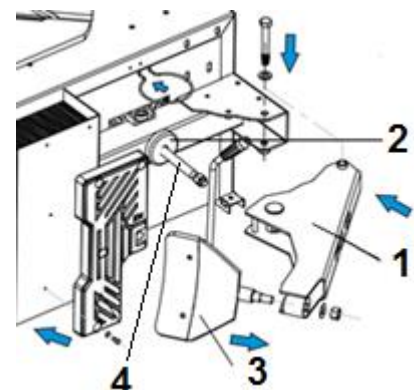

Abb. 9
- Der Fersenbrecher (1, Abb. 9) ist bereits montiert.
- Lösen Sie die Mutter auf der Kolbenstange (4 Abb. 9)
- Ziehen Sie den Fersenbrecherarm (1, Abb.9) heraus bis die Kolbenstange (4, Abb.9) vollständig freiliegt.
Kolbenstange gegen die Maschine. Die Kolbenstange jetzt wieder durch den Fersenbrecherarm (1, Abb. 9) führen. Ziehen Sie nun die Schraube kräftig fest mit Hilfe einer Bohrmaschine.
- Montieren Sie folgend das Fersenbrecher Blatt (3, Abb.9) und sichern Sie die Teile kräftig mit Ring und Mutter.